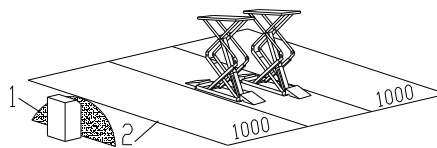

Fig.5
Tijdens stij- en daalbewegingen moet de bediener zich in de bedieningszone (1) bevinden, zoals aangegeven in Fig.5. De aanwezigheid van personen in de veiligheidszone (2) is ten strengste verboden. De aanwezigheid van personen onder het voertuig is alleen toegestaan als het voertuig geparkeerd is in de geheven stand.